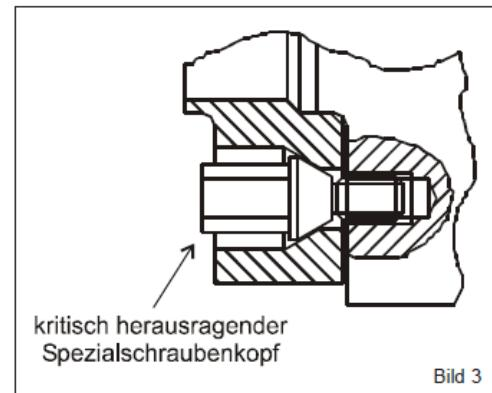

Bild 3
4. Bei ordnungsgemäßem, spielfreiem Sitz der Distanzringe und korrekter Schraubengröße und -form werden die **Pro-Spacer** Distanzringe mit den gelieferten Eibach-Spezial-Spurscheibenschrauben am Radträger montiert. Achten Sie darauf, dass der Kopf der Befestigungsschrauben nicht über die Distanzring-fläche herausstehen darf (Bild 3). Ist dies der Fall, müssen die verwendeten Räder Gusstaschen oder Aussparungen aufweisen, welche den herausstehenden Kopf aufnehmen können. Ist dies nicht der Fall kann das Rad nicht ordnungsgemäß befestigt werden und es besteht erhöhte Unfallgefahr, welche Sach- und Personenschäden nach sich ziehen kann.